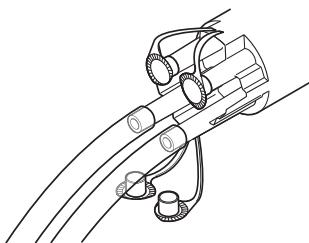

Figure 4 Raccorder la tubulure au collecteur
- Raccorder la tubulure d'aspiration au(x) port(s) du collecteur (Figure 4). Utiliser une tubulure d'aspiration de diamètre interne 5/16 po. (7,9 mm) ou une tubulure d'aspiration de diamètre interne 1/4 po. (6,4 mm) avec adaptateur de 5/16 po. (7,9 mm) si nécessaire.